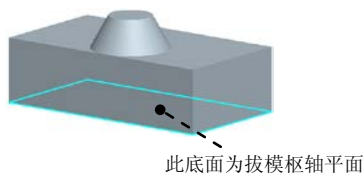

图 4.1.17 选取拔模枢轴平面
Step4. 选取图 4.1.17 中的模型底面为拔模枢轴平面。